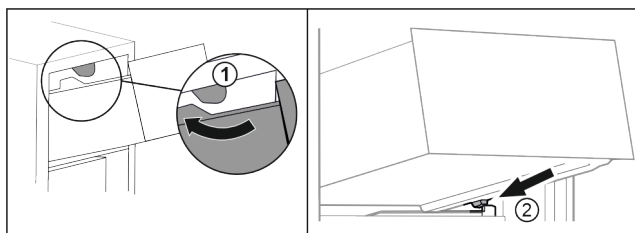

Fig. 94
- ▶ Schubfach um die oberen Stopper herumführen. Fig. 94 (1)
- ▶ Schubfach schräg hinter den unteren Stoppern auf Behälterrippe aufsetzen. Fig. 94 (2)